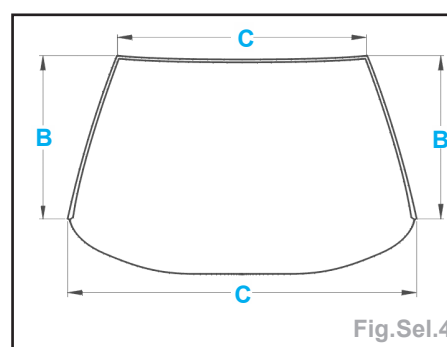

Fig.Sel.4
- Positionnement du cordon de colle (Fig.Sel.4) :
- Positionner le pare-brise par rapport aux rubans adhésifs (2).